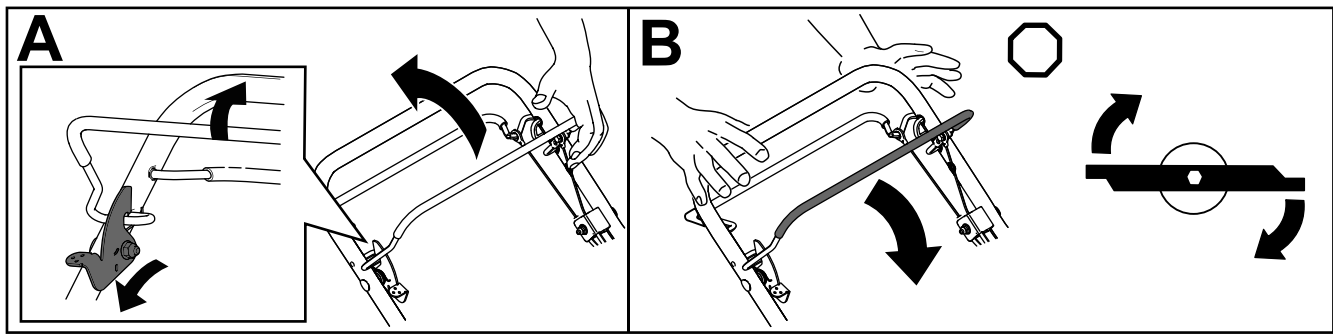

Figura 18
1. Empurre e segure a alavanca de bloqueio de controlo da lâmina para a frente para libertar a pega de controlo da lâmina (A da Figura 18).
2. Puxe a pega de controlo da lâmina para o manípulo e liberte a alavanca de bloqueio de controlo da lâmina; a lâmina deve engatar (A da Figura 18).
3. Liberte a pega de controlo da lâmina para desengatar a lâmina (B da Figura 18). A alavanca de bloqueio de controlo da lâmina repõe para bloquear a pega de controlo da lâmina.